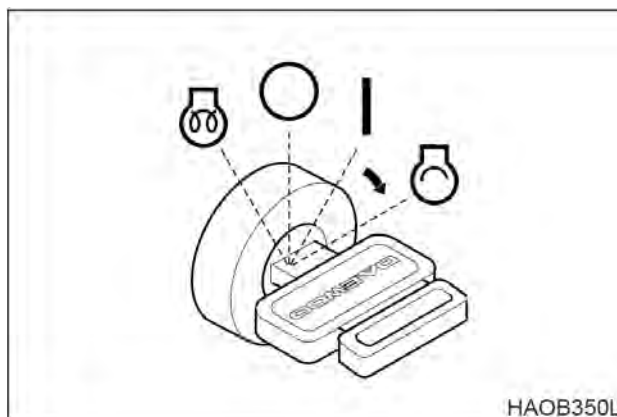

Рис. 10
5. После загорания индикатора завершения предпускового подогрева, сразу повернуть ключ зажигания в положение запуска  (START), рис. 10. Двигатель должен запуститься приблизительно через 5 секунд.